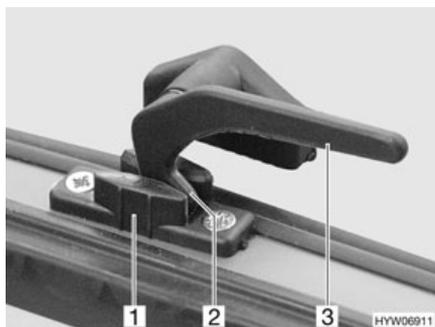

Fig. 53 Palanca de bloqueo en la posición de "ventilación continua"
- En la posición "ventilación continua" (Fig. 53)
- Girar la palanca de bloqueo (Fig. 53,3) un cuarto de vuelta hacia la mitad de la ventana.
- Girar de nuevo hacia atrás la palanca de bloqueo. El saliente de bloqueo (Fig. 53,2) se ha de introducir para ello en el rebaje del bloqueo de la ventana (Fig. 53,1).